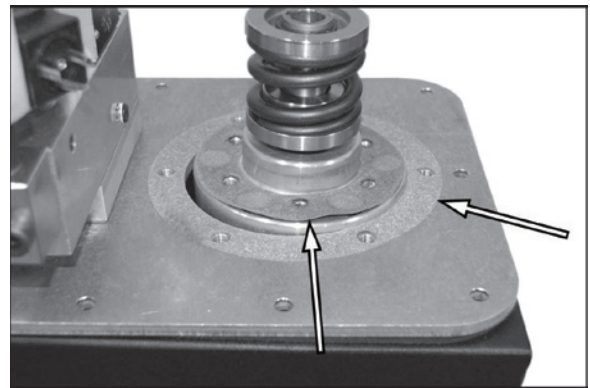

Abbildung 34.
3. Siehe Abbildung 34. Dichtung entfernen und Dichtungsflächen reinigen.